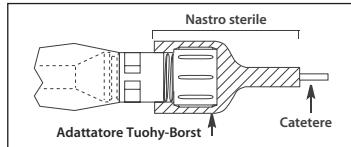

Figura 5
- L'estremità dell'adattatore Tuohy-Borst del sistema di protezione anti-contaminazione per catetere deve essere bloccata con del nastro sterile per inhibire lo spostamento del catetere (vedere Figura 5).